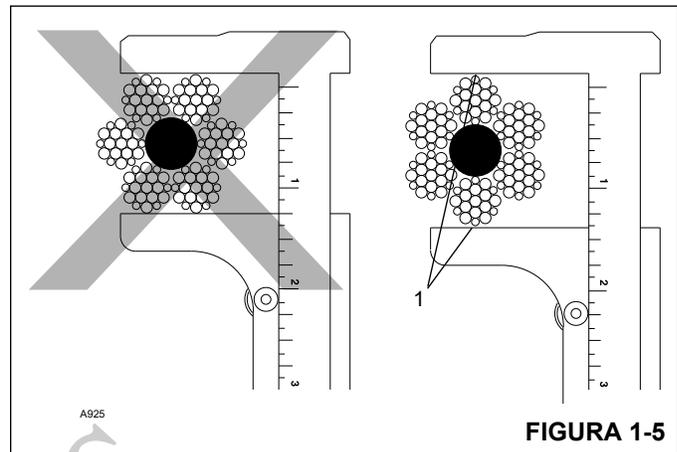

FIGURA 1-5
- Meça o diâmetro do cabo entre as coroas (1) dos cordões ao determinar se o cabo está danificado (Figura 1-5).